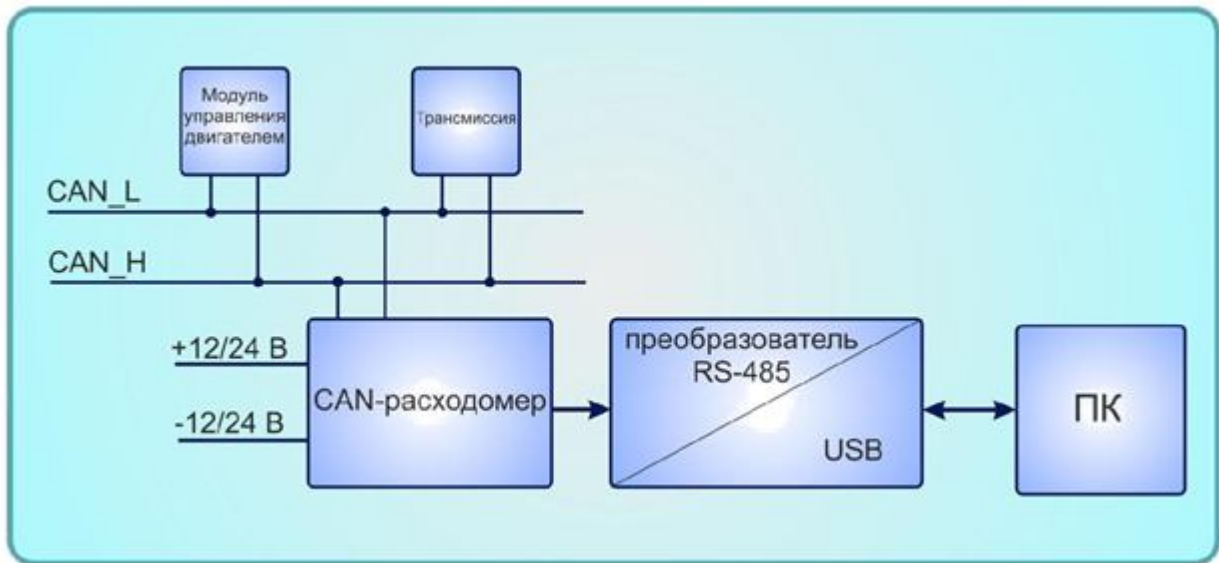

Рисунок 6 – Подключение расходомера
6. Проверить конфигурацию CAN-расходомера. Подключить прибор к транспортному средству согласно рис.6.
<p>3) Нет данных о дополнительных параметрах по интерфейсу RS-485</p>	<p>1. Убедитесь, что запущен двигатель транспортного средства. 2. Проверьте, в каком состоянии находится сервисный светодиод:</p> <ul style="list-style-type: none"> • Не горит – проверьте наличие напряжение питания, и что оно находится в диапазоне от +10 до +30В. • Горит постоянно – убедитесь что CAN расходомер подключен в соответствии со схемой приведенной на рис. 6. Если подключение верно сервисный диод должен моргать с частотой несколько раз в секунду. Убедиться, что выбрана правильная CAN шина (на автомобиле их может быть несколько) и на ней присутствуют требуемые пакеты данных (необходимо обратиться к соответствующим специалистам). Обратиться к производителю оборудования. • Моргает с частотой несколько раз в секунду. Подключите CAN расходомер к ПК согласно рис. 6. Прочитайте текущие значения дополнительных параметров согласно пункту 6 главы 5.2. Если параметры считались успешно, проверьте окончное оборудование. Обратиться к производителю.
<p>4) Значение дополнительного параметра считываемого по интерфейсу RS-485 равно 0</p>	<p>1. Подключите CAN-расходомер к ПК согласно рис. 6. Прочитайте текущие значение дополнительных параметров согласно пункту 6 главы 5.2.</p> <ul style="list-style-type: none"> • Значение соответствующего параметра в поле «Реальное значение» равно 0 – параметр действительно равен нулю или пакет содержащий параметр отсутствует в шине CAN. • Значение соответствующего параметра в поле «Реальное значение» не равно 0 - см. следующий пункт.
<p>5) Значение дополнительного параметра считываемого по интерфейсу RS-485 не соответствует действительности</p>	<p>1. Подключите CAN-расходомер к ПК согласно рис. 6. Прочитайте текущие значения дополнительных параметров согласно пункту 6 главы 5.2.</p> <ul style="list-style-type: none"> • Значение соответствующего параметра в поле «Реальное значение» соответствует действительности, в поле «Преобразованное значение» не соответствует действительности – откорректируйте коэффициент преобразования (см. пункт 7 главы 5.2) • Значение соответствующего параметра в поле «Реальное значение» не соответствует действительности – соответствующий параметр неверно сконфигурирован, откорректируйте настройки параметра (см. пункт 7 главы 5.2).